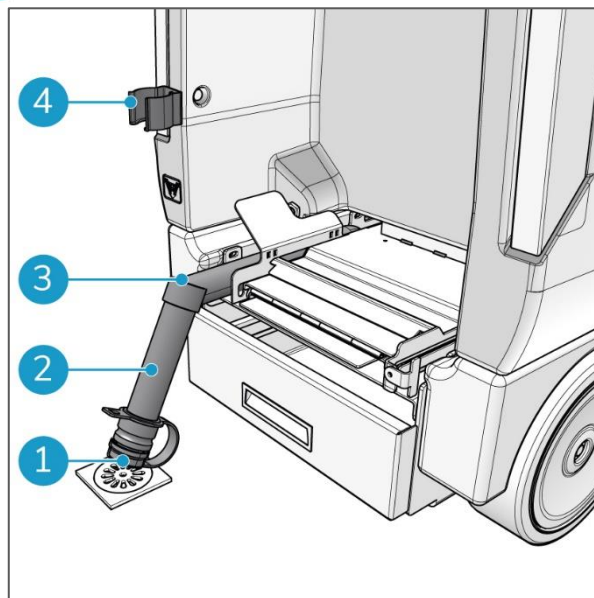

Figura 47
5. Rilasciare il tubo dell'acqua di scarico del serbatoio di recupero (Figura 47, pos 2) dal morsetto (Figura 47, pos 4).
6. Piegare il tubo in modo da creare un blocco (Figura 47, pos 3).
8. Allentare il coperchio (Figura 47, pos 1) del tubo dell'acqua di scarico del serbatoio di recupero.
13. Quando il serbatoio di recupero è pulito, posizionare il tubo dell'acqua di scarico del serbatoio di recupero nel morsetto (Figura 47, pos 4).
14. Stringere il coperchio del tubo dell'acqua di scarico del serbatoio di recupero (Figura 47, pos 1). Assicurarsi che sigilli correttamente per evitare che venga aspirata aria falsa.